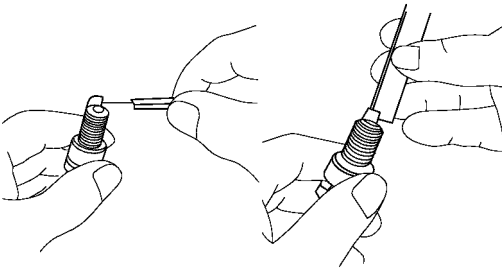

图 5-7 调整火花塞间隙
(4) 调整电极间隙。小心地弯外电极以获得正确的电极间隙，如图 5-7 所示。